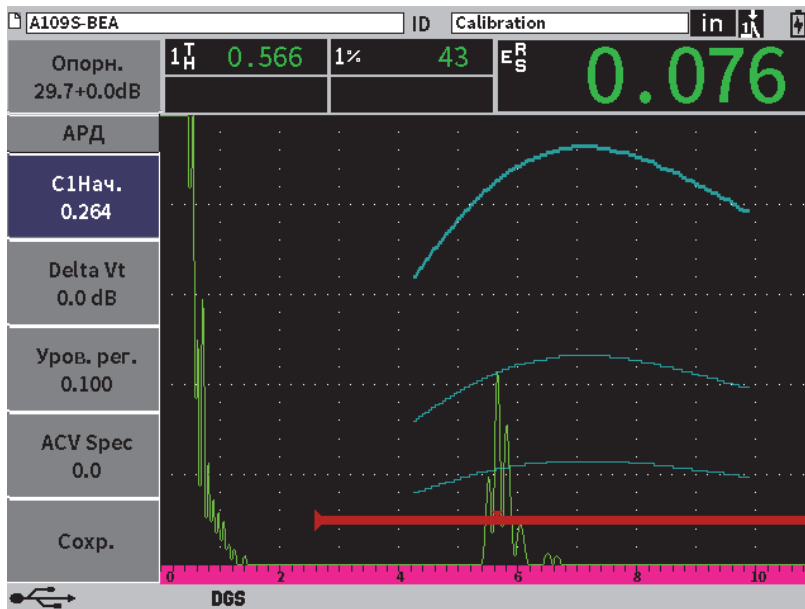

Рис. 11-21 APД-диаграммы на экране прибора
После регистрации опорного эхо-сигнала, ЕРОСН 6LT автоматически рассчитывает АРД-диаграммы и отображает их на экране на пороговом уровне регистрации (см. Рис. 11-21 на стр 203).
1. В подменю АРД нажмите клавишу Tab, чтобы выбрать **Delta VT** (см. Рис. 11-21 на стр 203).